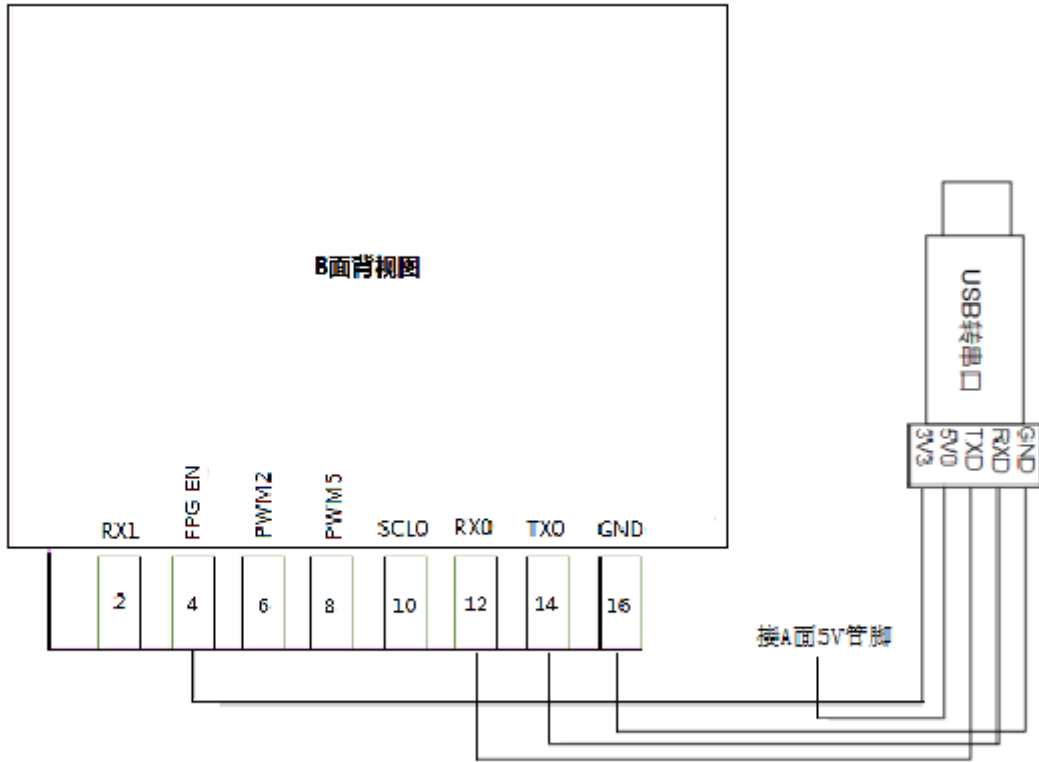

图13 模块与USB转串口工具连接图
- a. 模块上电前是否已拉高PG_EN管脚（按上文图13描述和旁边的管脚短接）；